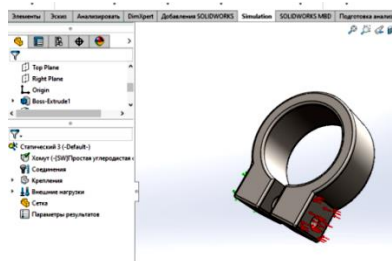

Рис. 3. Накладання навантаження
5. Повернути деталь протилежною стороною (зовнішня грань з різьбовим отвором), підвести покажчик миші до елемента *Зовнішні навантаження* в розділі *Simulation* менеджера властивостей і натиснути праву кнопку миші. У контекстному меню вибрати пункт *Тиск*. У вікні *Тиск* вибрати потрібну грань і задати тиск 10000МПа (Рис.3).